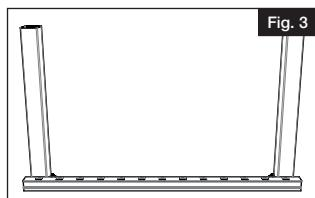
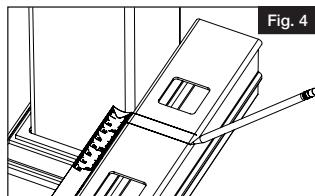
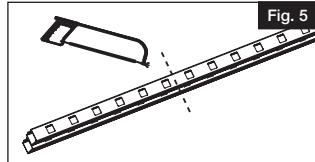

Fig. 3
Fig. 4
Fig. 5
Au moyen d'une mèche de $\frac{1}{8}$ po (3,2 mm), percer des avant-trous pour les supports du haut et du bas (Fig. 3). Enlever le gabarit (le cas échéant).
Utiliser des vis de 2 po (50 mm) pour fixer les supports en queue d'aronde du haut. Les vis doivent pénétrer la pièce insérée en acier (si l'on utilise la trousse d'installation de poteau en acier). Utiliser des vis de 1 1/4 po (32 mm) pour fixer les supports en queue d'aronde du bas (Fig. 4).
Placer la lisse dans l'ouverture entre les poteaux en laissant un espace égal entre le dernier barreau et le poteau à chaque extrémité (Fig. 3). Faire une marque pour indiquer un espace de 2 po (50 mm) à l'extrémité du poteau pour tenir compte de la largeur du support et de la dilatation (Fig. 4). Aligner la main courante sur la lisse et couper les deux pièces à l'aide d'une scie à onglets ou d'une scie à métaux [voir les spécifications du fabricant pour le choix de la lame] (Fig. 5).
- Placer la section de rampe d'escalier assemblée à côté des poteaux d'escalier déjà installés en laissant une distance égale aux extrémités des deux barreaux. Puis, fixer la section de rampe d'escalier aux poteaux (Fig. 3).
- Marquer l'emplacement du poteau sur chaque traverse (les deux extrémités des traverses supérieure et inférieure). Faire quatre marques au total en s'assurant de tracer des marques $\frac{1}{8}$ po (3,2 mm) plus courtes pour permettre la dilatation (Fig. 4).